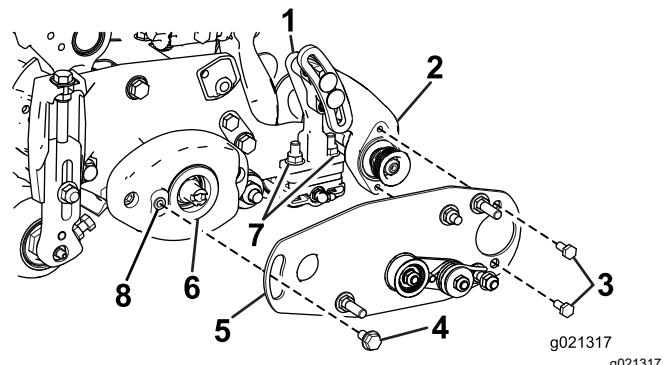

Figura 9
- Deslice cada retén hacia el exterior hasta que los sellos toquen ligeramente el alojamiento de cada cojinete (Figura 9).
- Utilice una terraja de 5/16-18 para retirar la pintura de las roscas antes de instalar el perno de cuello largo (Figura 9).
- Aplique una película de grasa al interior del anillo de goma del alojamiento del cojinete (Figura 9).
soporte de montaje del cepillo de rodillo (Figura 9).
5. Asegúrese de que la placa de pivot del cepillo de rodillo está configurada de modo que el conjunto de polea tensada esté instalada en la parte inferior, según se muestra en la Figura 9.
6. Alinee la placa de pivot del cepillo de rodillo con el alojamiento del cojinete del cepillo de rodillo (Figura 9).
7. Aplique Loctite 242 (azul) en los 2 pernos (5/16" x 5/8") y utilícelos para montar la placa del cepillo en el alojamiento del cojinete del cepillo de rodillo (Figura 9). Apriete los pernos a 20–25 N·m.
- A. Afloje las 2 contratueras con arandela prensada que sujetan el soporte de montaje del cepillo de rodillo a la chapa lateral de la unidad de corte (Figura 9).
- B. Gire el alojamiento del cojinete del cepillo de rodillo hasta que quede paralelo a la chapa lateral de la unidad de corte (Figura 9).
- C. Apriete las 2 contratueras con arandela prensada que sujetan el soporte de montaje del cepillo de rodillo a la chapa lateral de la unidad de corte (Figura 9).
4. Aplique Loctite 242 (azul) al perno de cuello largo (Figura 9).
- Sujete la placa del cepillo al alojamiento del cepillo de rodillo con el perno de cuello largo (Figura 9).